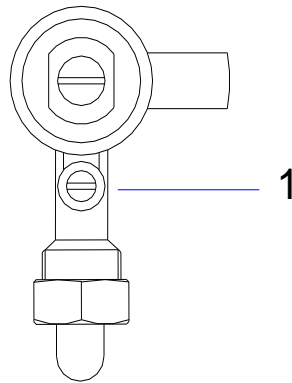

Abbildung 8
- b) Führen Sie einen Schraubenzieher durch das Loch in der Steuerabdeckung und drehen Sie die Schraube (1) Abb. 8 im Uhrzeigersinn, um das Minimum auf das Maximum zu reduzieren, gegen den Uhrzeigersinn drehen Sie 1 Umdrehung für G30 / G31 und 2 Umdrehungen für G20 / G25, um das Minimum einzustellen.